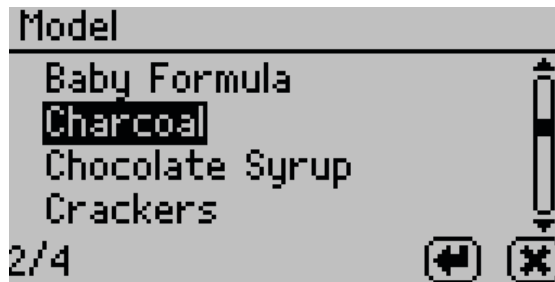

Figure 28 Moisture content model list
5. Chọn sản phẩm mong muốn từ danh sách. (Figure 28).